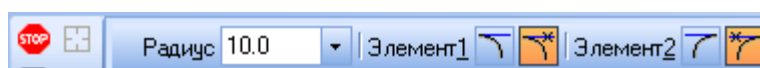

Рис. 2.3. Переключатели **Панели свойств**
- 2) в **Панели свойств** в соответствующем поле задать радиус сопряжения, задать соответствующие переключатели **Усекать** или **Не усекать** элементы 1 или 2 (рис. 2.3);